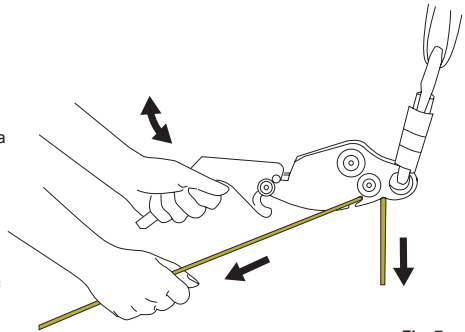

Fig. 7
8. La velocidad del descenso se regula con una mano en el tirador y la otra sujetando la línea por debajo del dispositivo. Coja la línea con un ángulo que quede fuera de la ranura. Con el dispositivo de descenso boca abajo, el descenso se inicia tirando del tirador hacia arriba, Fig. 7, y se detiene cuando mueve el tirador hacia abajo o lo suelta. Aumente o disminuya la fricción moviendo la línea hacia la parte estrecha de la ranura o alejándola como se muestra en la fig. 3B. Es importante mantener siempre una mano en la línea por debajo del dispositivo para tener un mejor control del descenso.